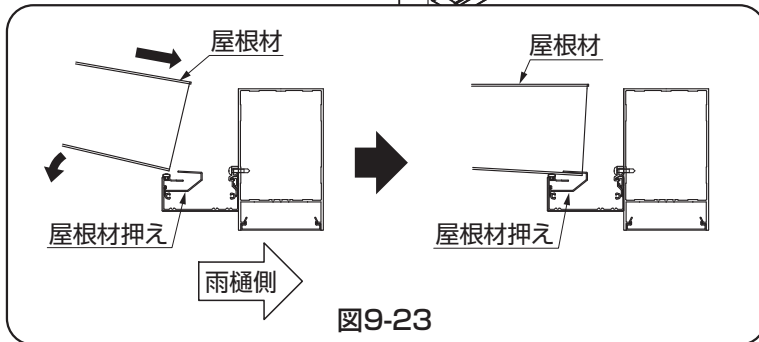

図9-23
①屋根材を屋根材押えに、はめ込み位置を確認して取付けてください。(図9-23参照)
●屋根材は屋根材押えの奥まではめ込んでください。(図9-23参照)